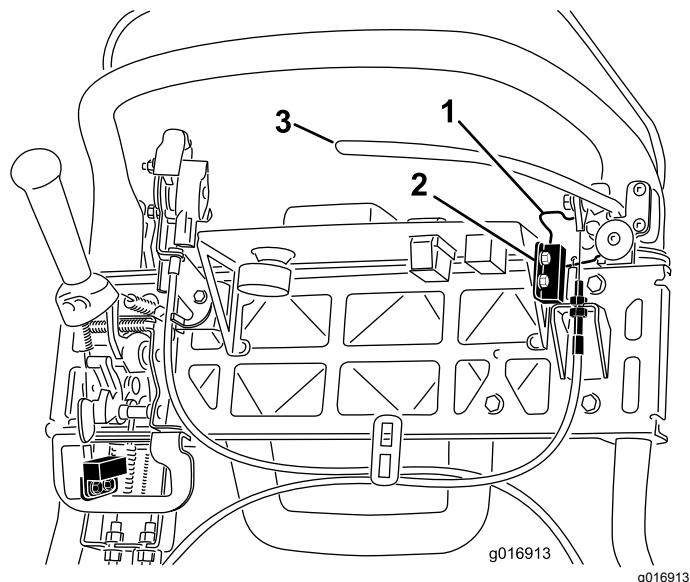

Figura 42
4. Desaperte e remova as juntas de montagem do interruptor de segurança (Figura 42).
5. Coloque um calço de 1,6 mm entre o bloqueio do travão de estacionamento e o interruptor de segurança (Figura 42).